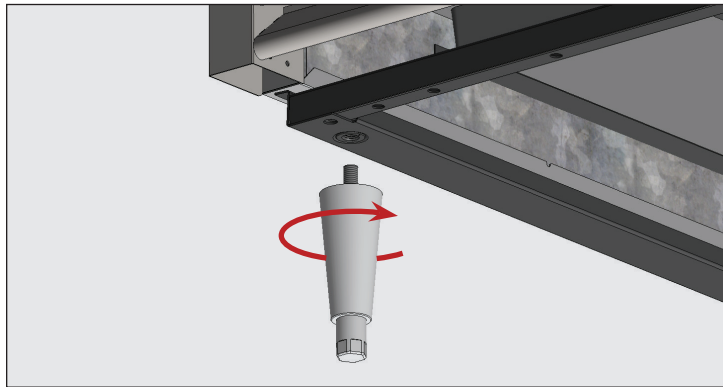

Fig. 5. Avvitare le gambe di livellamento nei fori filettati.
6. Far scorrere gli scaffali a rete metallica nei canali di scorrimento superiori. Si veda la fig. 5